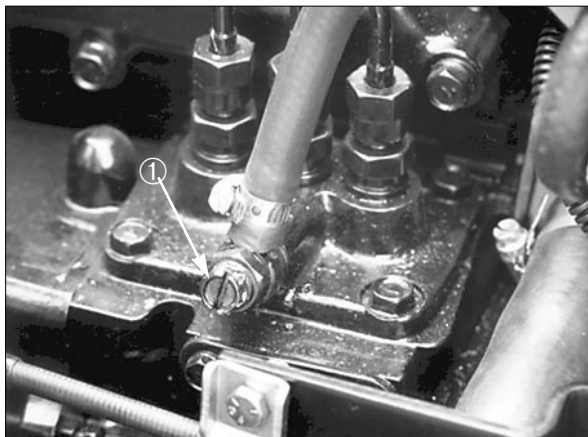

Bild 16
5. Nach Abschluß des Schleppvorgangs, die Antriebswelle wieder installieren, siehe Bild 16. (Die Rillen wurden so ausgelegt, daß ihre Montage nur dann möglich ist, wenn beide Wellenhälften richtig orientiert sind.)